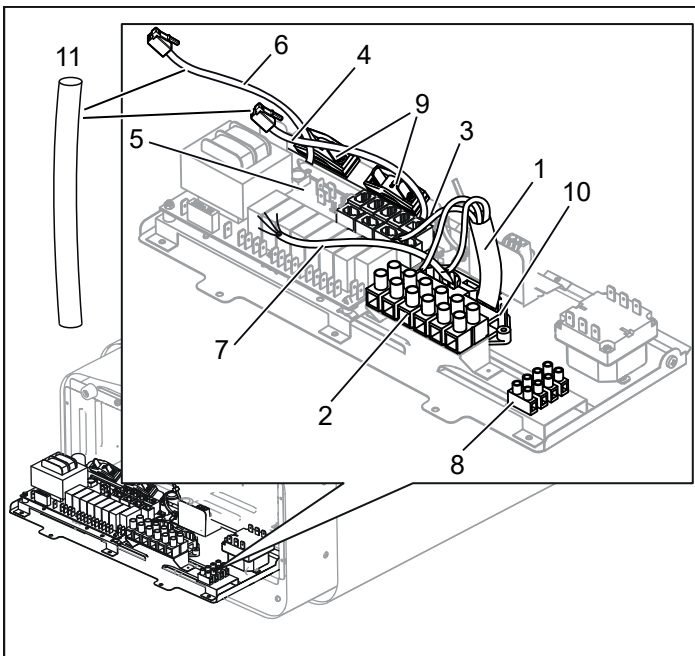

Abbildung 9: Leiterplatte
3. Verbinden Sie das Elektrokabel (1) mit der Klemme (2) (siehe Abbildung 9), wie im Schaltplan gezeigt (siehe Anschlussdiagramm/Schaltplan auf Seite 23).
4. Führen Sie die Kabel für das Bedienpanel und den Temperaturfühler durch die Kabeltüllen (3). Verbinden Sie das Kabel des Bedienpanels (4) mit einem der vier RS485-Kontakte (Positionen 6-9) (siehe Abbildung 9), wie im Schaltplan gezeigt (siehe Anschlussdiagramm/Schaltplan).
5. Verbinden Sie das Sensorkabel (6) mit dem NTC-Kontakt auf der Leiterplatte (Position 1) (5) (siehe Anschlussdiagramm/Schaltplan), wie im Schaltplan gezeigt (siehe Anschlussdiagramm/Schaltplan auf Seite 23).
6. Verbinden Sie das Lichtkabel (sofern relevant) (7), (siehe Abbildung 9) mit der Klemme (8), wie im Schaltplan in Abbildung 17 gezeigt.